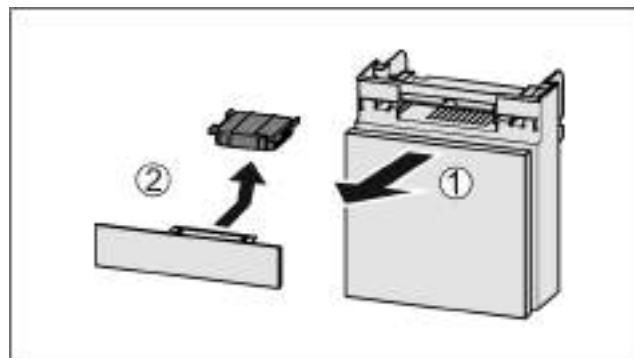

Fig. 255
- Вытянуть Fig. 255 (1) отделение движением вперед.
- Извлечение Fig. 255 (2) фильтра с активированным углем.